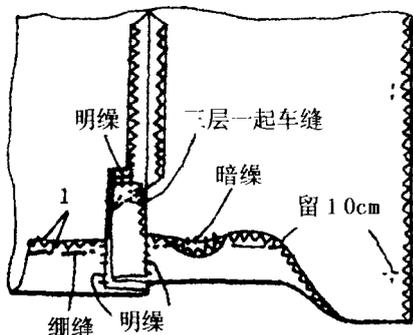
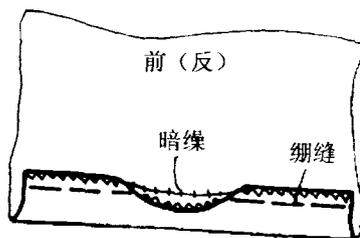

图2-11
图2-13
11. 将左右后裙片开衩贴边正面翻出，并且均向右后裙片反面折转。再从开衩止点向左下方斜着车缝一道线，将左右开衩贴边固定在一起。然后将底摆贴边沿净印向裙片反面折转。在距贴边上边缘1cm处绷缝一道线，但距侧缝10cm处的贴边不要与裙片绷缝，再顺绷线将贴边与裙片暗缲固定。开衩贴边下部边缘与底摆贴边明缲固定。见图2-11。
13. 缝制底摆。将前裙片底摆贴边及后裙片10cm没绷缝的后裙片底摆贴边按净印向裙片反面折转，参照图2-11缝制方法，将贴边与裙片绷缝、暗缲。见图2-13。